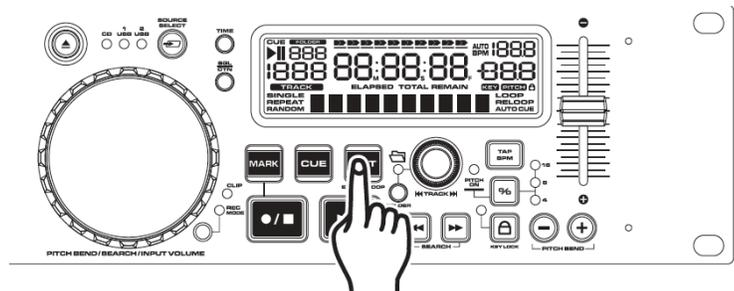

Figure 21
1) Appuyez sur le *BOUTON PLAY/PAUSE* (16) pour activer le mode lecture.
2) Appuyez sur le *BOUTON OUT/EXIT/RELOOP* (18). Cela définira le point de départ de la *BOUCLE PARFAITE*. (figure 21). Le voyant du *BOUTON OUT/EXIT/RELOOP* (18) LED brillera.